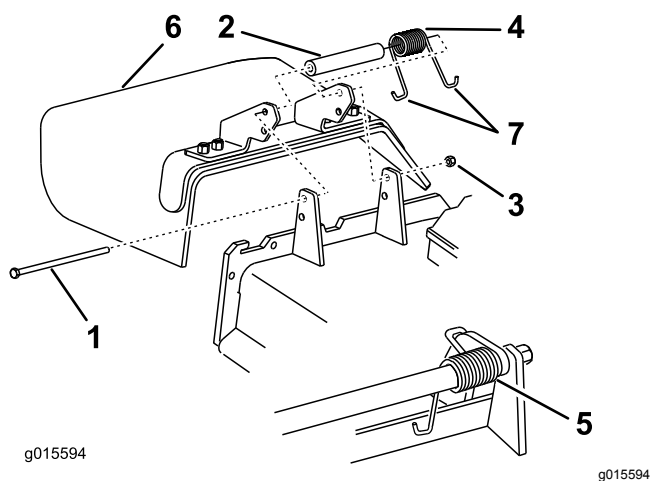

Figura 106
- Retire a porca de bloqueio, o parafuso, a mola e o espaçador que fixam o defletor aos apoios de articulação (Figura 106).
- Se o defletor de relva estiver danificado ou gasto, retire-o (Figura 106).
Nota: Certifique-se de que está montada uma extremidade em J por trás da extremidade da plataforma antes de colocar o parafuso como se mostra na Figura 106.
- Coloque uma extremidade em gancho J da mola em torno do defletor de relva (Figura 106).